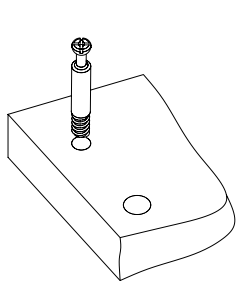

Рис.1
1. Вкрутите шпильки минификса в деталь 1 (Рис. 1).